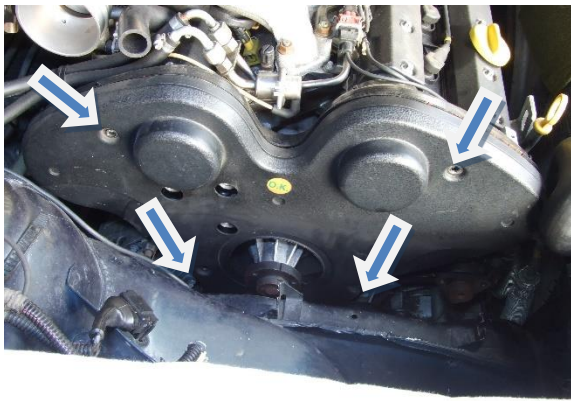

Figure 7
- Déposer le carter de distribution en plastique (4 vis Torx E10, Figure 7).